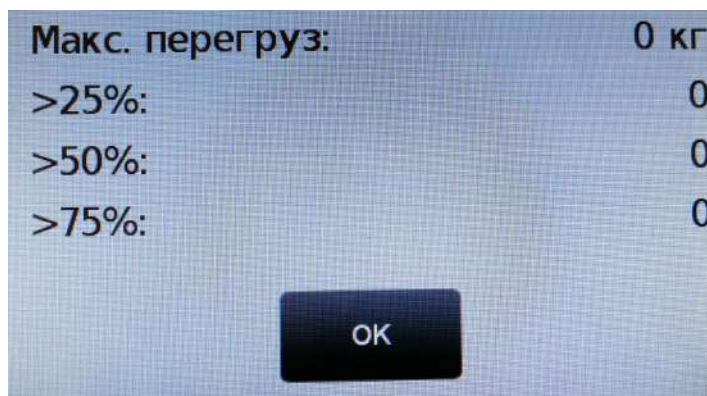

Рис. 8.6.2. Информация о перегрузках весов.
8.6.2. В открывшемся окне (см. рис. 8.6.2) будет выведена информация о количестве перегрузок, которым подвергались весы: о перегрузках более 25% от максимальной нагрузки **Max**; о перегрузках более 50% от **Max** и о перегрузках более 75%.